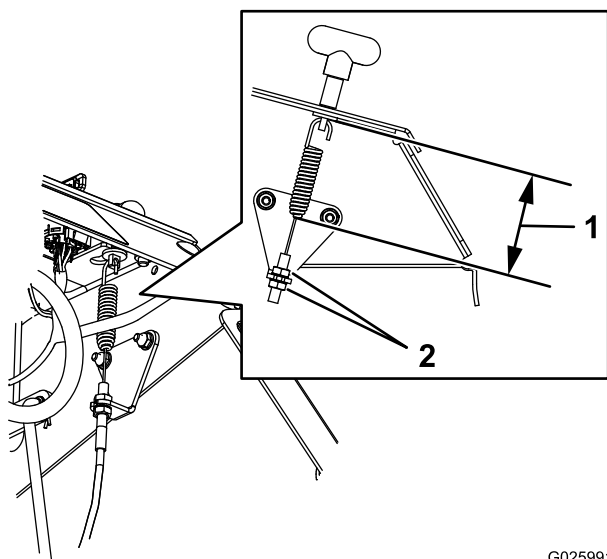

Figure 52
4. Desserrez l'écrou de blocage sur le câble de frein sous la console (Figure 52).
5. Serrez le frein de stationnement (Figure 52).
6. Vissez plus ou moins l'écrou de blocage pour obtenir un espace de 7,9 cm (3-1/8 po) entre le bas de la biellette et le bas du ressort (Figure 52).
7. Fixez le réglage du câble en serrant les écrous de blocage (Figure 52).